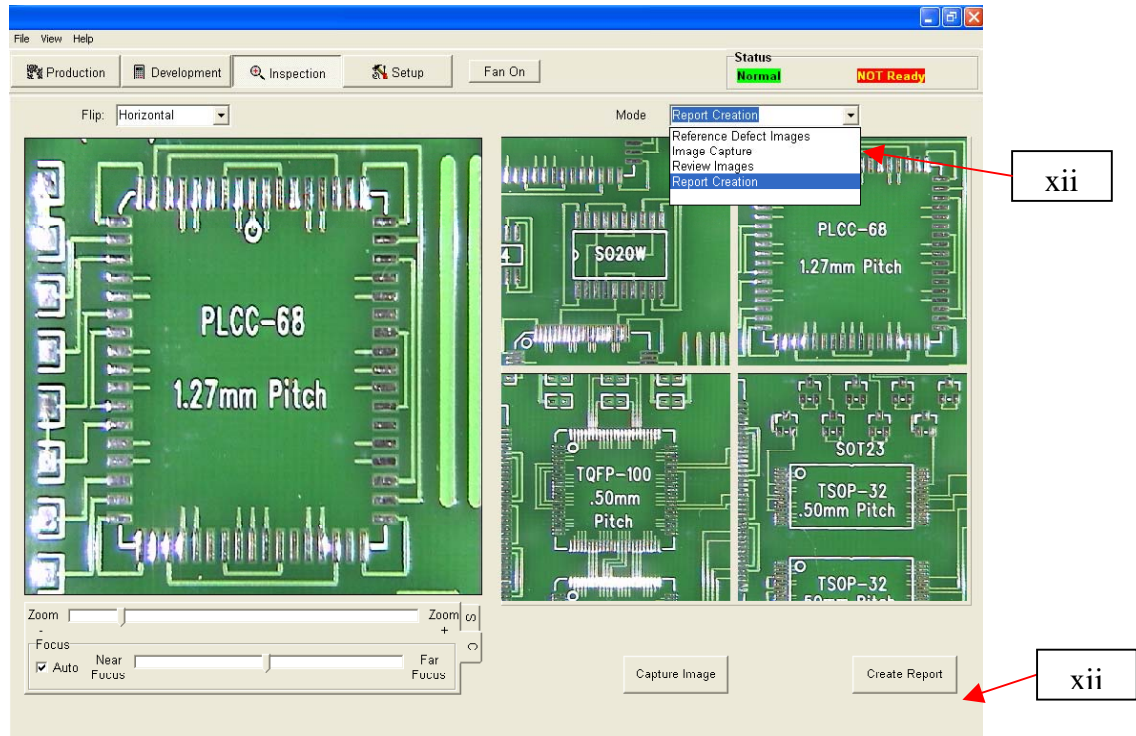

Figure 8d : Mode création de rapport
- iii. L'onglet (S) vous permet de sélectionner la source d'entrée vidéo. L'onglet (C) vous permet d'accéder aux commandes de la caméra de la TF1700 si elle est la source d'entrée sélectionnée.
- v. Mode. Permet à l'opérateur d'étudier les images de la bibliothèque (Fig. 8a), les images de capture (Fig. 8b), les images enregistrées (Fig. 8c), et de créer des rapports (Fig. 8d).
- viii. Source vidéo. Choisissez d'obtenir l'image de la caméra de la station de réusinage BGA (C) ou d'une autre source (S).
- ix. Mode. Permet à l'opérateur d'étudier les images de la bibliothèque (Fig. 8a), les images de capture (Fig. 8b), les images enregistrées (Fig. 8c), et de créer des rapports (Fig. 8d).
- xii. Mode. Permet à l'opérateur d'étudier les images de la bibliothèque (Fig. 8a), les images de capture (Fig. 8b), les images enregistrées (Fig. 8c), et de créer des rapports (Fig. 8d).